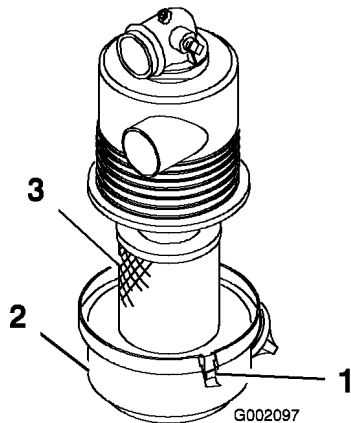

Bild 33
ist. Trennen Sie die Abdeckung vom Körper ab. Reinigen Sie die Innenseite der Luftfilterabdeckung (Bild 33).
4. Schieben Sie den Filter vorsichtig aus dem Körper heraus, um das Losrütteln von Staub zu minimieren (Bild 33). Vermeiden Sie ein Anstoßen des Filters am Filterkörper.